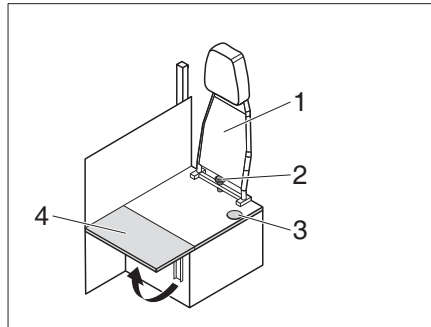

Bild 190 Umbau Fahrbetrieb - Wohnbetrieb
- Sternschraube (Bild 190,2) abschrauben und Rückenlehne (Bild 190,1) nach oben abnehmen.
- Sitzbankverlängerung (Bild 190,4) hochklappen.
- ▷ Beim Umbau vom Wohnbetrieb zum Fahrbetrieb in umgekehrter Reihenfolge verfahren. Darauf achten, dass der Sicherheitsgurt durch die Öffnung (Bild 190,3) geführt wird.